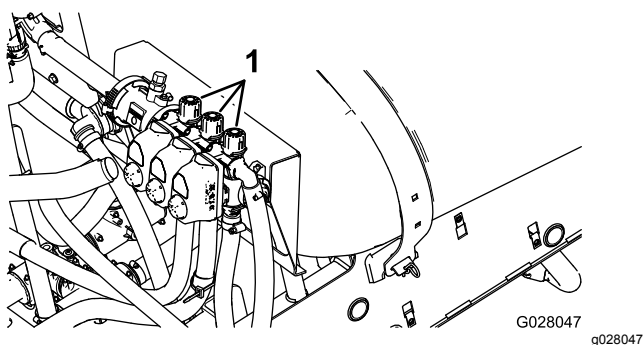

Рисунок 87
10. Выключите левую стрелу и отрегулируйте клапан перепуска стрелы (**Рисунок 87**) так, чтобы показание давления было на ранее отрегулированном уровне (обычно 2,75 бара).
12. Отрегулируйте клапан перепуска правой стрелы (**Рисунок 87**) так, чтобы показание давления было на ранее отрегулированном уровне (обычно 2,75 бара).
14. Отрегулируйте клапан перепуска средней стрелы (**Рисунок 87**) так, чтобы показание давления было на ранее отрегулированном уровне (обычно 2,75 бара).